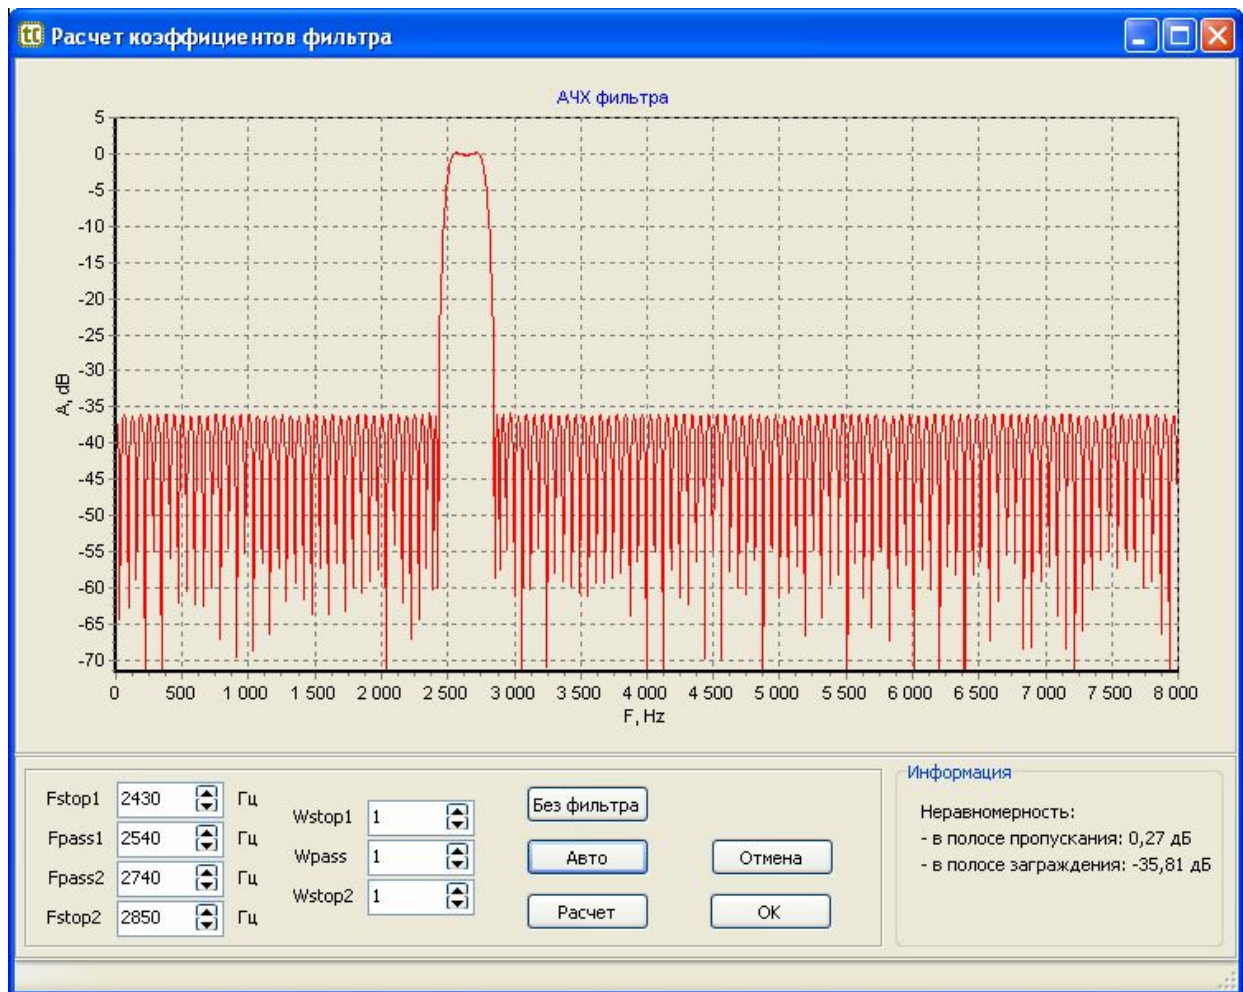

Рисунок 17 – Окно расчета параметров фильтра
- в окне «Расчет коэффициентов фильтра» (рисунок 17) нажать кнопку «Авто» - программа рассчитает необходимые параметры фильтра для установленных значений скорости и частот.